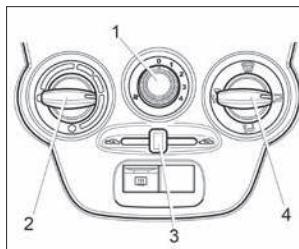

Рис. 37. Блок управления системой вентиляции и отопления
Отопительно-вентиляционная установка автомобиля предназначена для создания в салоне комфортной температуры воздуха, значение которой регулируется блоком управления системой вентиляции и отопления (рис. 37). Однако она не может обеспечить в салоне температуру ниже, чем имеет наружный воздух.
- **рукоятку 4** (см. рис. 37) установить в зависимости от желаемого направления потока;
- **рукоятку 3** (см. рис. 37) перевести в крайнее левое положение
- **рукоятку 4** (см. рис. 37) установить в положение
- **рукоятку 2** (см. рис. 37) установить в положение подачи максимально теплого воздуха (красная точка) в холодное время года (максимально холодного воздуха в теплое время года, кроме того, рекомендуется включать кондиционер при наличии);
- **рукоятку 1** (см. рис. 37) поставить на скорость в зависимости от степени запотевания стекол.
При мойке автомобиля нельзя включать вентилятор климатической системы, что соответствует положению «0» рукоятки 1 (см. рис. 37).
- **рукоятку 2** (см. рис. 37) установить в положение подачи максимально теплого воздуха;
- **рукоятку 1** (см. рис. 37) поставить на максимальную скорость подачи воздуха в салон.
- **рукоятку 4** (см. рис. 37) установите в желаемое положение направления потоков воздуха;
После мойки автомобиля в холодное время года при температуре окружающего воздуха ниже 0 °C рекомендуется включать вентилятор системы вентиляции и отопления салона переключателем 1 (см. рис. 37 и 39) на 3–4 скорость на время около 2–3 минут.